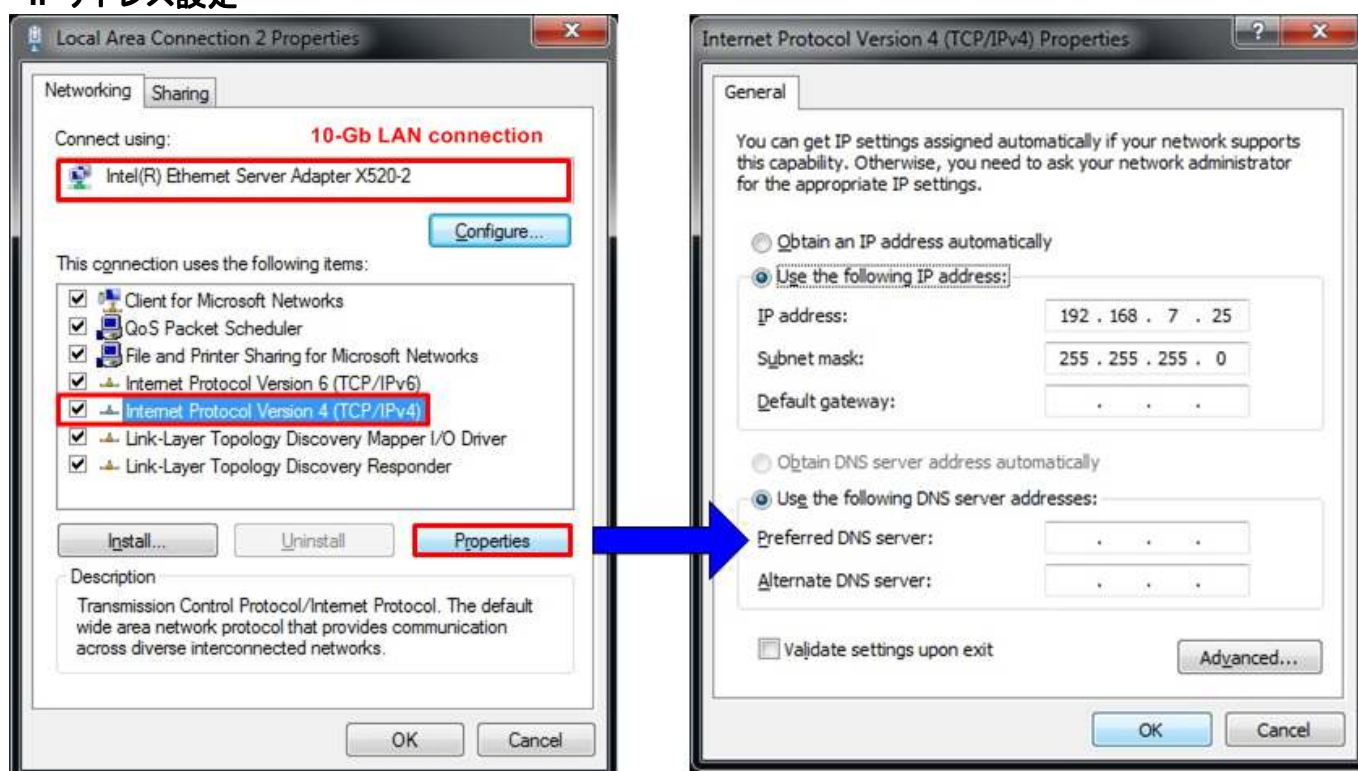

図 2-1: IPv4 設定
- 図 2-1 の左図の様に、テスト接続のローカルエリア接続プロパティを開きます。
- 図 2-1 の右図の様に、IP アドレスを **192.168.7.25** に、サブネットマスクを **255.255.255.0** に設定します。